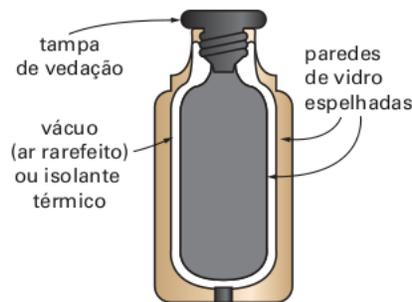

Figura 4.13: Garrafa térmica
7. (FAAP-modificada) As garrafas térmicas são frascos de paredes duplas, entre as quais é feito o vácuo. As faces destas paredes que estão frente a frente são espelhadas (figura 4.13). O vácuo entre as duas paredes tem a função de evitar: